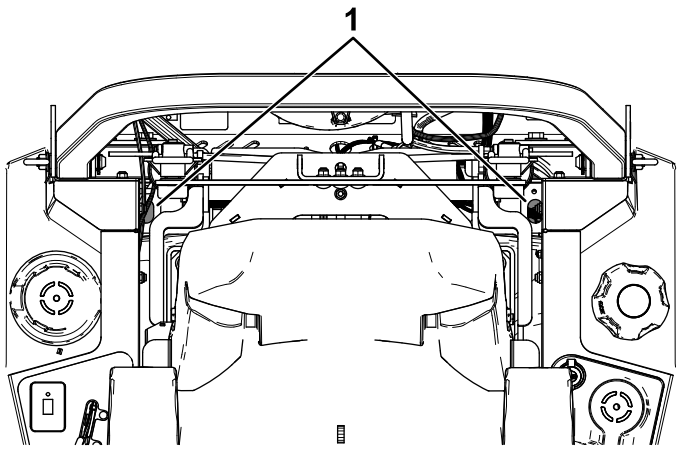

Figura 72
- **Transmisiones hidrostáticas ZT 4400:** utilice una extensión y una llave de vaso de 7/16" para acceder al tapón de ventilación desde la parte superior de la máquina a través de los orificios situados cerca de los soportes de la barra antivuelco (Figura 72).